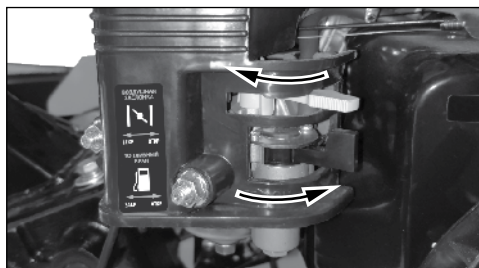

рис. 14
2. Откройте топливный кран, переведите рычаг в положение «ОТКРЫТО». Рычаг воздушной заслонки карбюратора переведите в положение «ЗАКРЫТО» (рис. 14).